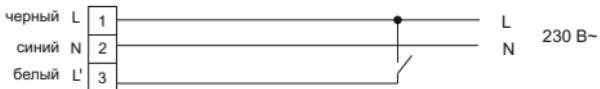
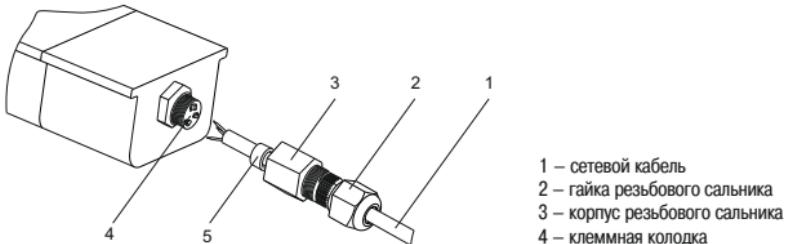

Рисунок 4
Рисунок 5
3.2.5.2 Непостоянный аварийный режим работы (рисунок 4):
- фазный некоммутированный проводник сети – подключить к чёрному контактному зажиму (L);
- нейтральный проводник сети – подключить к синему зажиму (N).
3.2.8 Для подключения светильника необходимо (рисунок 5):
- присоединить подготовленные концы сетевого кабеля 1 к контактным зажимам клеммной колодки 4, согласно маркировке: (L) – фаза, (N) – нейтраль (кроме ДСП 1336А). Подключение светильника ДСП 1336А производить согласно выбранного режима работы (3.2.5) и схемы подключений (рисунок 4; рисунок 5).